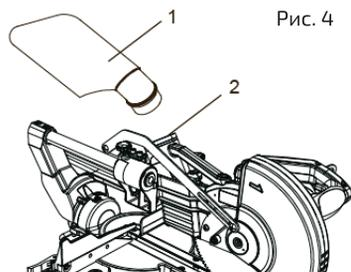

Рис. 4
Установить пылесборник (1) на выпускной патрубке (2). Закрепить их в этом положении (рис. 4).